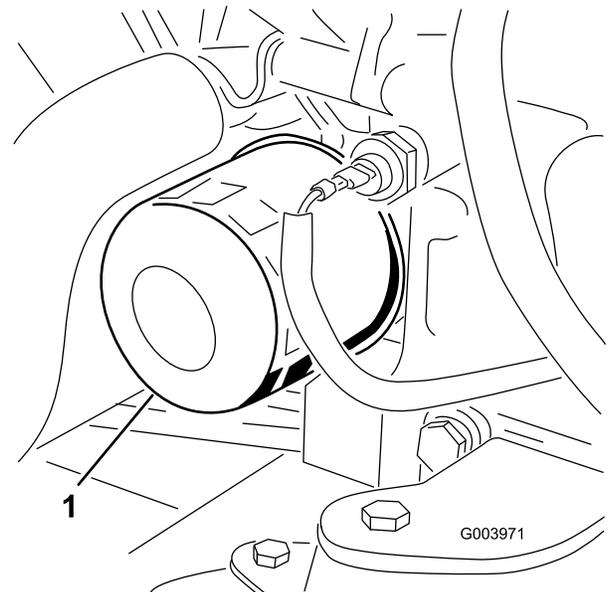

Figura 63
3. Retire el filtro de aceite (Figura 63).